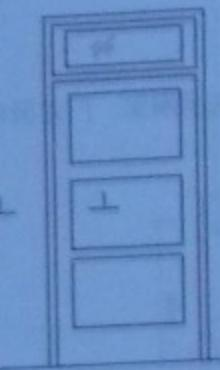

图 1-83 木门框断面示意图
**【例 1-83】** 根据图 1-83 木门框扇截面净尺寸, 计算含刨光损耗的毛截面。